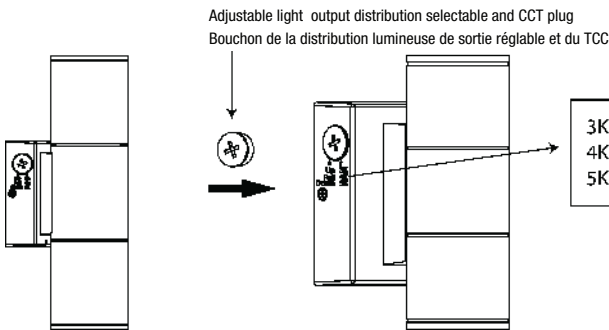

Fig. 5
5. Unscrew the adjustable Light output distribution selectable and CCT plug to adjust the output distribution selectable and CCT (Default: Output distribution selectable - Full (Up & Down) ; CCT - 4000K). When set down, screw back Adjustable Light Output Distribution Selectable and CCT plug (Fig. 5).
5. Dévissez le bouchon couvrant les boutons de sélection de la distribution lumineuse et de TCC (par défaut: distribution de sortie réglable - totale (en haut et en bas) ; TCC - 4000K). Une fois le réglage effectué, vissez le bouchon de distribution de sortie réglable et de TCC (Fig. 5).